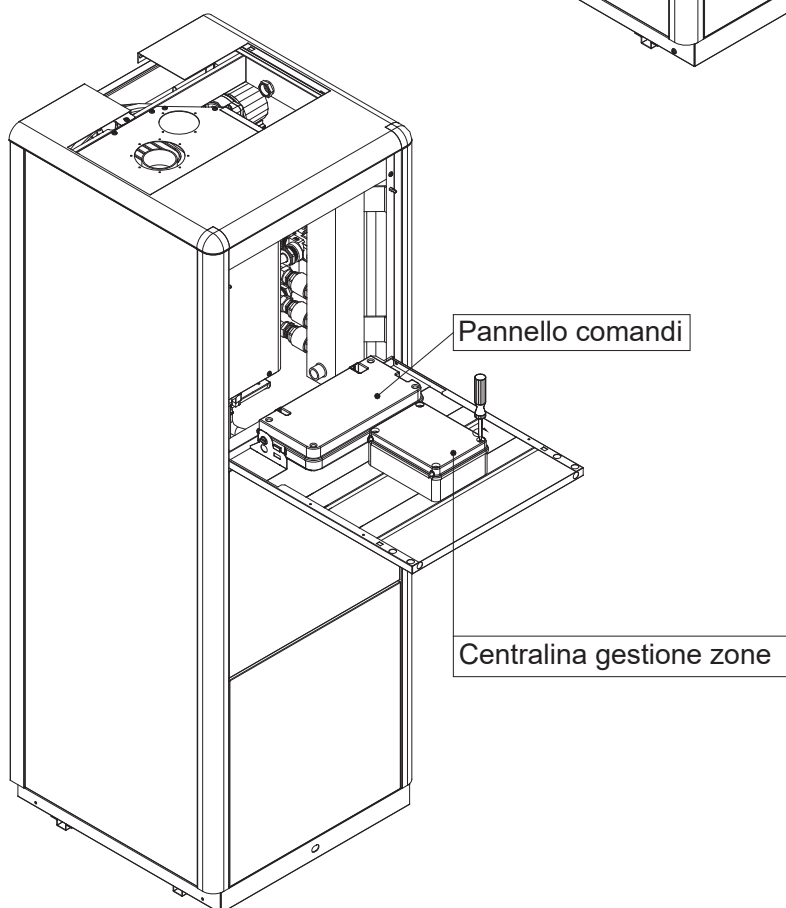

Fig. 2
- c. tirare frontalmente e ribaltare il pannello superiore del mantello avendo cura di accompagnarlo sino al termine della corsa. Un tirante ne assicura la posizione orizzontale (fig.2).